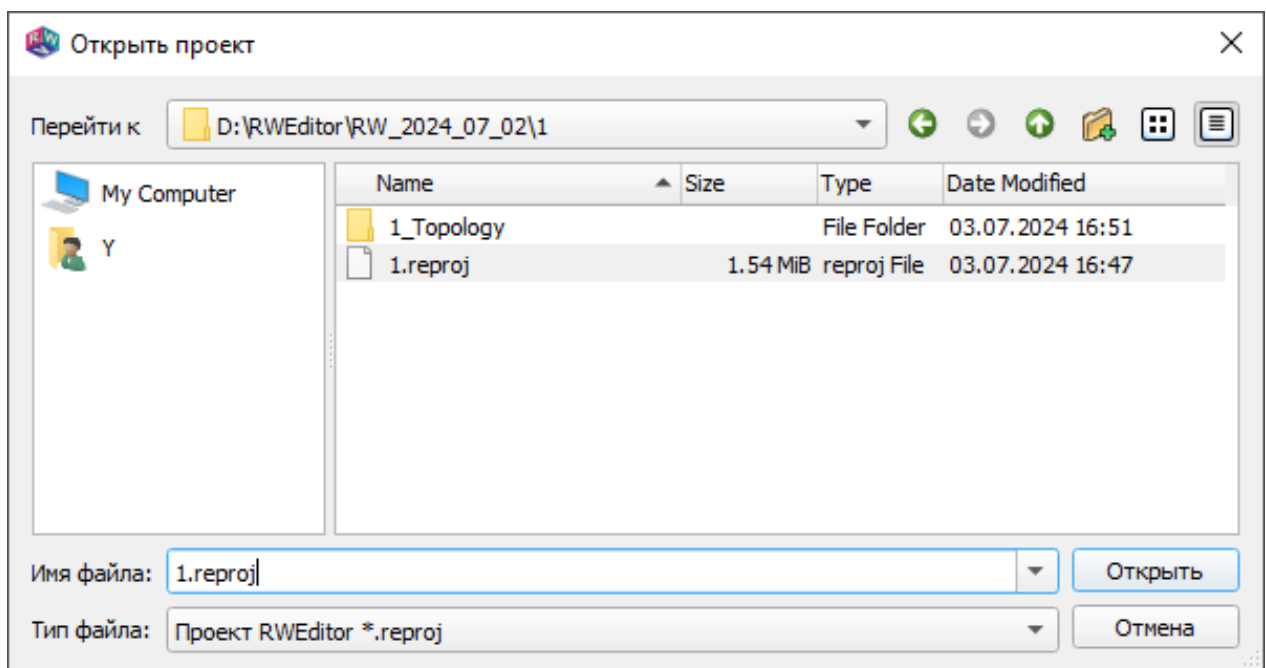

Рис. 203
1) выполнить команду  «Открыть» меню «Главная». На экран будет выведен стандартный диалог открытия файла с расширением *reproj* (рис. 203);